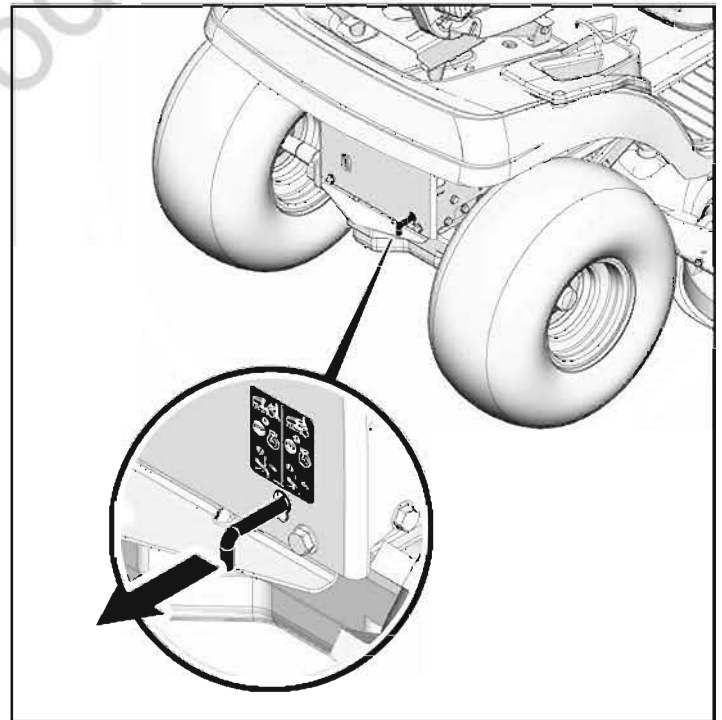

Рисунок 7
2. Выдвиньте рычаг примерно на 6 см (2 2/8 дюймов), чтобы расцепить трансмиссию (см. Рис. 7).